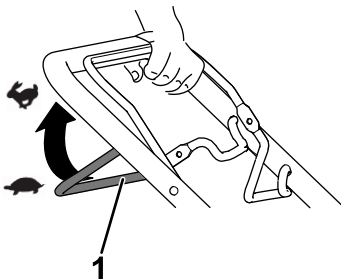

Bild 13
- **Einkuppeln des Selbstantriebs:** Ziehen Sie den Selbstantriebsbügel zum Holm und halten Sie ihn in dieser Stellung fest (Bild 13).